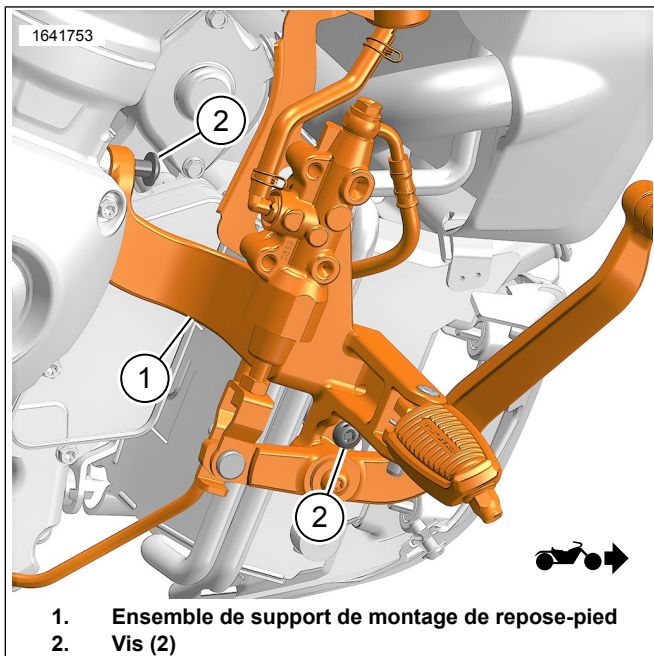

Figure 14. Installer l'ensemble
5. Voir la Figure 14. Installez l'ensemble de support de fixation du repose-pied (1) sur le véhicule.
- a. Installez les vis (2). Serrer.